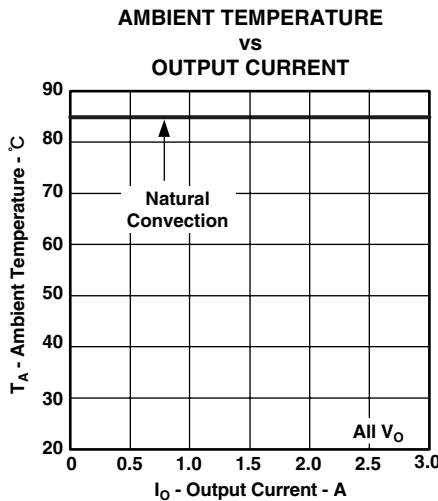

図 4
- (2) 温度ディレーティング曲線は、内部コンポーネントの温度がメーカーの指定した最高動作温度以下になる条件を表します。このディレーティング制限は、2オンス (56.69グラム) の銅を使用した、100mm×100mmの両面PCBに直接半田付けされたモジュールに対して適用します。これらは、図4に対して適用されます。